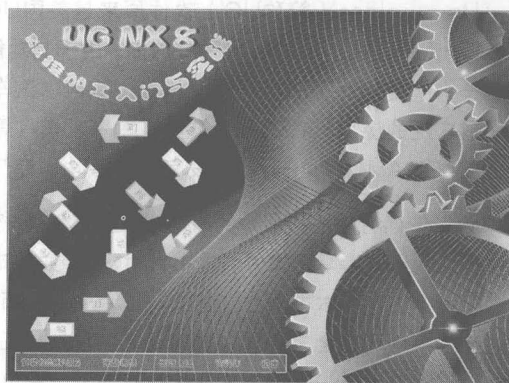

图1
2. 如果光盘不能自动运行,在光盘根目录中双击start.exe文件即可运行光盘程序,进入光盘主界面,如图1所示。